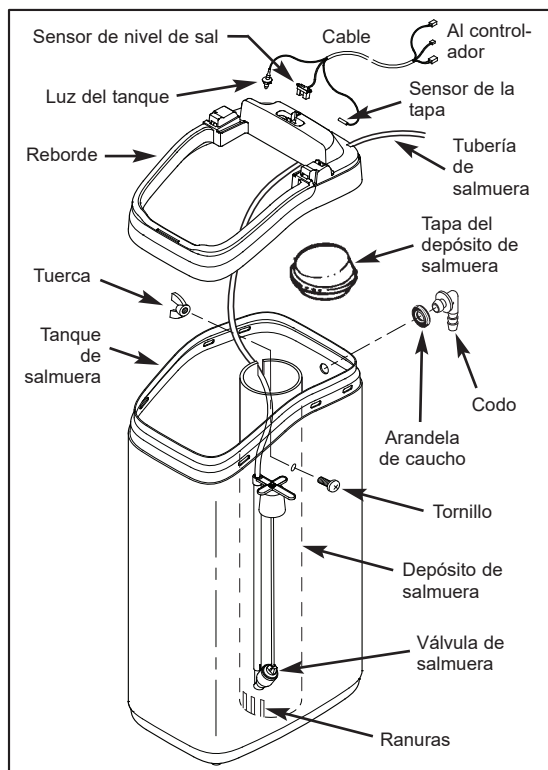

FIG. 4
a. Vuelva a encajar a presión el reborde en el tanque de salmuera. (Vea la Fig. 4).
c. Baje la válvula de salmuera para introducirla en el depósito. Introduzca la tubería en la ranura superior del depósito de salmuera (Fig. 4) y hágala salir por el orificio en la parte posterior del reborde.